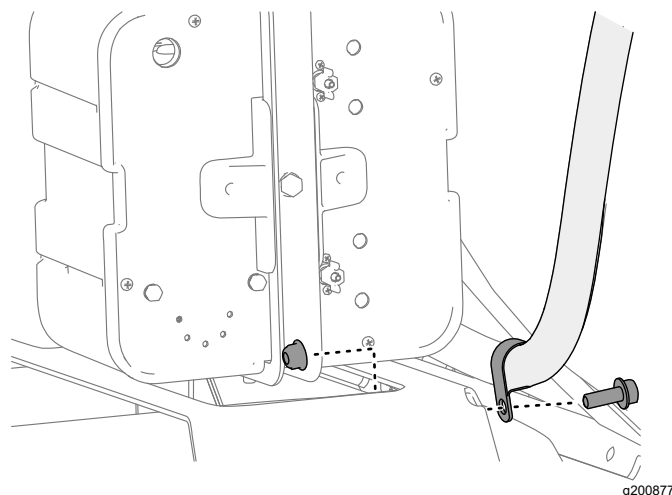

Bild 7
7. Wenn ein Spülkit an der Maschine montiert ist, befestigen Sie das Spülkit mit der R-Klemme, wie in **Bild 7** abgebildet.